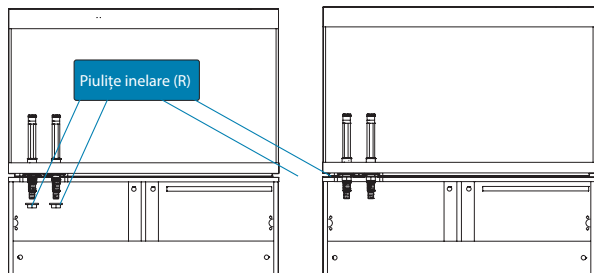
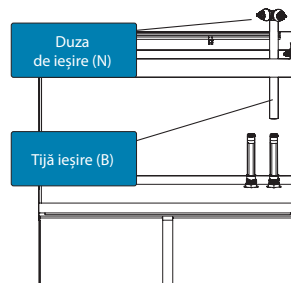

Fig. 3
Fig. 4
3. Deschideți cabinetul. Înșurubați și strângeți piulița inelară (R) pe capătul inferior al tije (A) (Fig. 3).
4. Introduceți duza de ieșire (N) în capătul tije de ieșire (B).
5. Introduceți tija de ieșire (B) pe tija conectorului (A) (Fig. 4).
6. Reglați înălțimea duzelor de ieșire în funcție de nevoile dumneavoastră glisând tija de ieșire (B) de-a lungul tije conectorului (A).
7. Duzele de ieșire (N) pot fi rotite cu ușurință pentru a devia debitul de apă acolo unde se dorește.
3. Deschideți cabinetul. Înșurubați și strângeți piulița (R) pe capătul inferior al celei de-a doua tije (A) (Fig. 3).